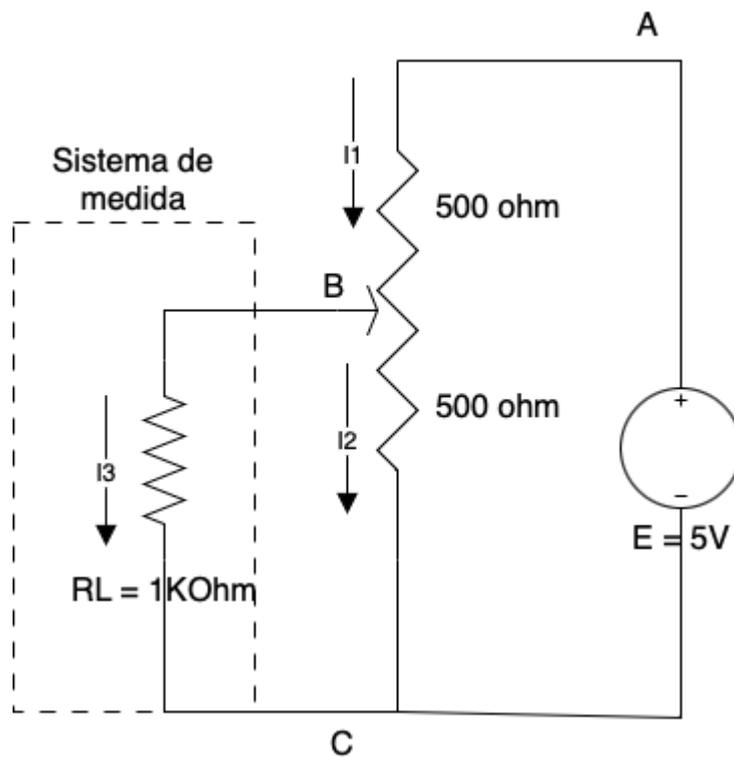

Figura 1. La resistencia de carga del sistema de medición es 1kOhm
- En el diseño de la Figura 1., se implementó un circuito que consta de un potenciómetro lineal para medir el arco en la elevación del respaldo de las camas de hospital, ángulo apropiado para los pacientes. Una fuente de 5 V fue utilizada y la longitud del potenciómetro es de 5 cm. El sistema de medida usado para testear la configuración del arco tiene una impedancia de entrada $R_L = 1k \text{ Ohm}$. Asumiendo que la perilla está en el medio del potenciómetro, cuyo valor es de 1000 ohm. ¿Cuál es la sensibilidad del sistema potenciométrico? ¿Cuál es el error en la medición de voltaje causado por el bajo valor de la impedancia de entrada? OPCIONAL